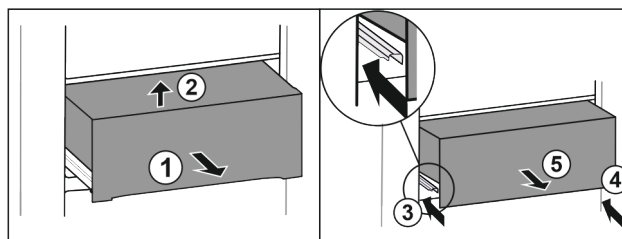

Fig. 31
- ▶ Izvucite ladicu na pola Fig. 31 (1).
- ▶ Podignite sprijeda Fig. 31 (2).
- ▶ Gurnite lijevu vodilicu Fig. 31 (3).
- ▶ Gurnite desnu vodilicu Fig. 31 (4).
- ▶ Izvadite ladicu prema naprijed Fig. 31 (5).